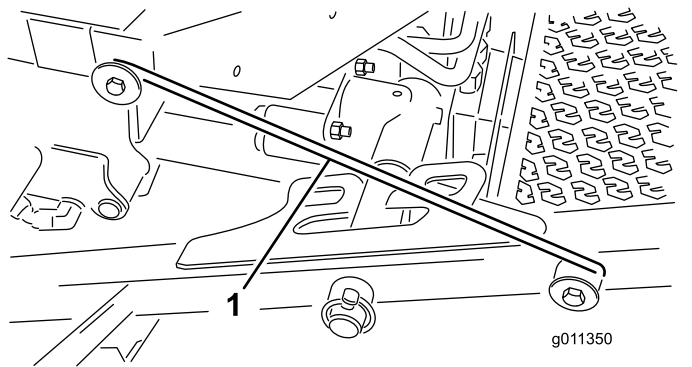

図 36
4. 前のキャリアフレームリテーナからラッチのロッド 図 36を外す。
5. 前カッティングデッキの外側を持ち上げ、運転台前部のフレームについているピンにラッチを掛ける 図 36。